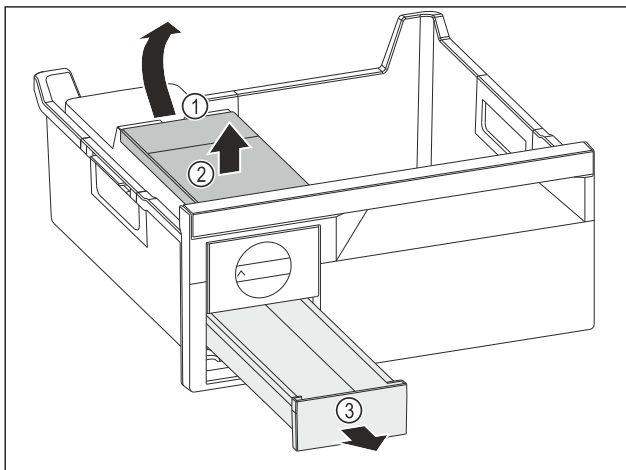

Fig. 130
- ▶ Watertank wegnemen: Watertank bij de uitsparing Fig. 130 (1) optillen.
- ▶ Watertank Fig. 130 (2) naar boven toe wegnemen.
- ▶ Ijsblokjesvak Fig. 130 (3) naar voren toe wegnemen.